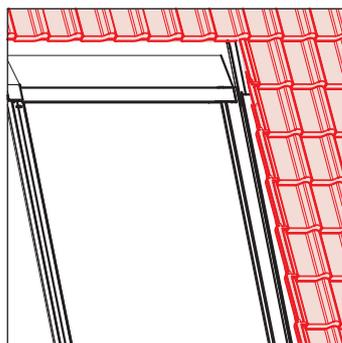

Fig. 3-62 Fase di lavoro 19
19. Tagliare la tegola su misura e coprire la parte destra (fig. 3-62).